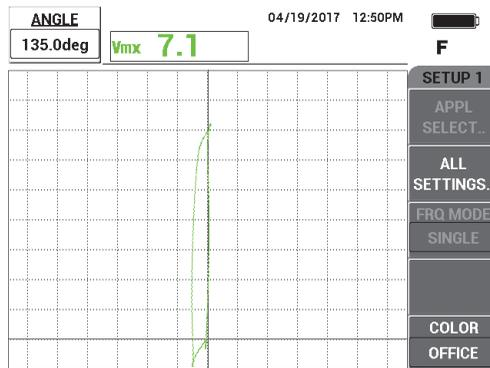

Figura 5-236 Ajuste de fase de la señal
3. Pulse la tecla ANGLE () y, a continuación, gire la señal hasta que la señal proveniente del surco por pérdida de espesor del 60 % esté vertical (vea la Figura 5-236 en la página 319).